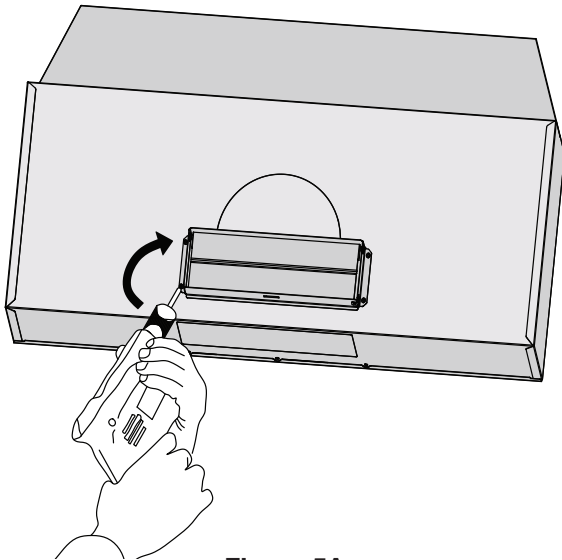

Figure 5A
- À l'aide des vis fournies, fixez la ventilation/amortisseur rectangulaire sur le dessus ou à l'arrière de la hotte (voir figure 5A ou 5B).